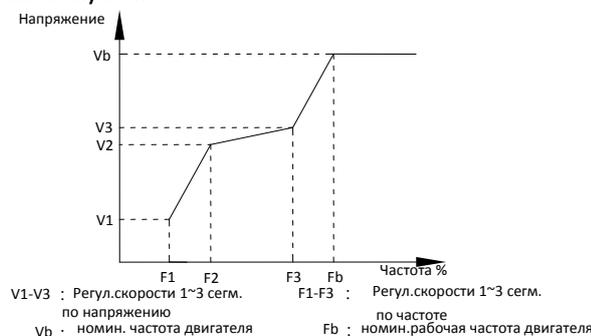

Рис. 7-3 – График пользовательской зависимости V/f
- 1) Должно соблюдаться следующее условие:  $V1 < V2 < V3$ ,  $F1 < F2 < F3$ . На рис. 7-3 показан график для многоточечной зависимости V/f.